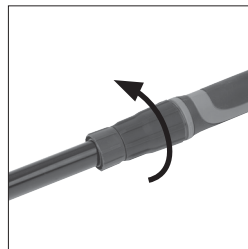

Fig. 5
- Apriete la tuerca del manguito para asegurar el tubo de extensión y la virola en sus posiciones de uso. (**Fig. 5**)